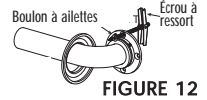

FIGURE 12
2. Utilisez une perceuse 3/8-po et un foret 5/8-po pour percer six (6) trous aux endroits marqués. NOTE: si vous installez la barre d'appui sur des carreaux de céramique, vous aurez besoin d'un foret au carbure de 5/8-po pour percer les trous sans endommager les carreaux. Une fois que vous aurez percé un trou dans le carreau de céramique, utilisez le foret 5/8 po pour percer un trou de guidage dans la surface d'appui du carreau.
3. Insérez un (1) BOULON À AILETTES dans n'importe quel orifice de montage de l'une des extrémités de la barre d'appui. Insérez un écrou à ressort à l'extrémité du BOULON À AILETTES comme le montre la figure (voir figure 12), en le vissant sur le boulon (environ trois tours). Répétez cette étape pour les deux (2) BOULONS À AILETTES restants de cette même extrémité de la barre d'appui.